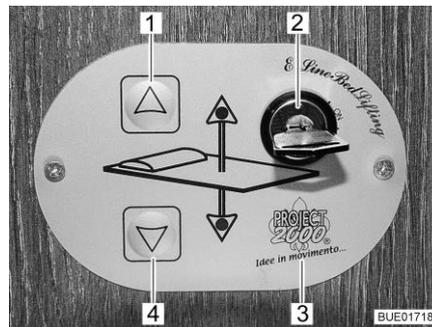

Fig. 139 Unité de commande
Les touches (Fig. 139,1 et 4) sur l'unité de commande (Fig. 139,3) permettent d'abaisser ou de relever le lit escamotable. L'interrupteur à clé (Fig. 139,2) permet de protéger l'unité de commande contre toute utilisation non autorisée.
- Tourner la clé de 90° dans le sens des aiguilles d'une montre dans l'interrupteur à clé (Fig. 139,2) sur la position "On". L'unité de commande (Fig. 139,3) est activée.
- Appuyer sur la touche fléchée (Fig. 139,4) et la maintenir pressée jusqu'à ce que le lit escamotable ait atteint la position désirée vers le bas.
- Appuyer sur la touche fléchée (Fig. 139,1) et la maintenir pressée jusqu'à ce que le lit escamotable ait atteint sa position finale supérieure.
S'il n'est plus possible de déplacer le lit escamotable avec les touches fléchées (Fig. 139,1 et 4), contrôler d'abord les fusibles (voir paragraphe 9.10.1). Si les fusibles ne sont pas défectueux mais qu'il n'est toujours pas possible de déplacer le lit escamotable, ce dernier peut l'être manuellement.